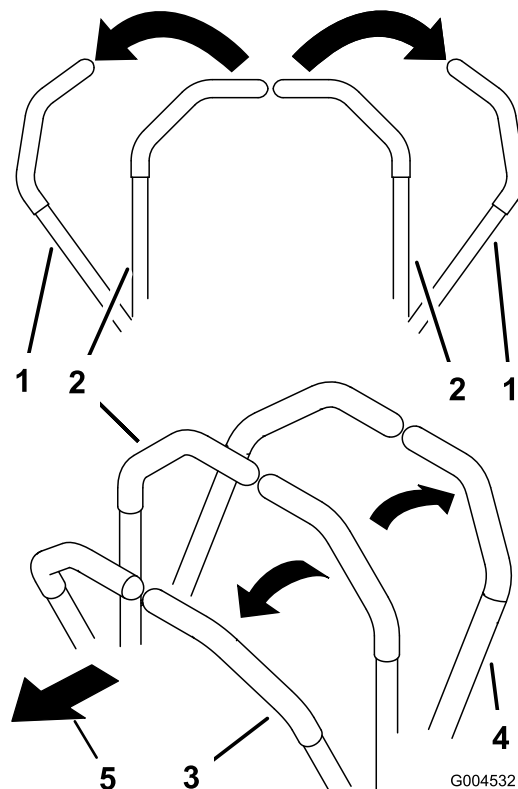

Figure 22
1. Placez les poignées de commande en position de verrouillage du point mort (Figure 22).